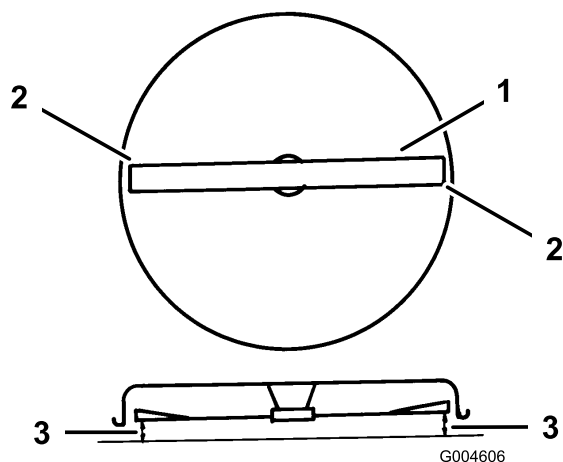

Figura 44
9. Gire cuidadosamente la cuchilla colocándola perpendicularmente al sentido de avance de la máquina (Figura 44).
10. Mida entre los bordes de corte exteriores y la superficie plana (Figura 44). Si hay una diferencia de más de 5 mm entre ambas dimensiones, ajústelas; consulte los pasos 11 a 14.